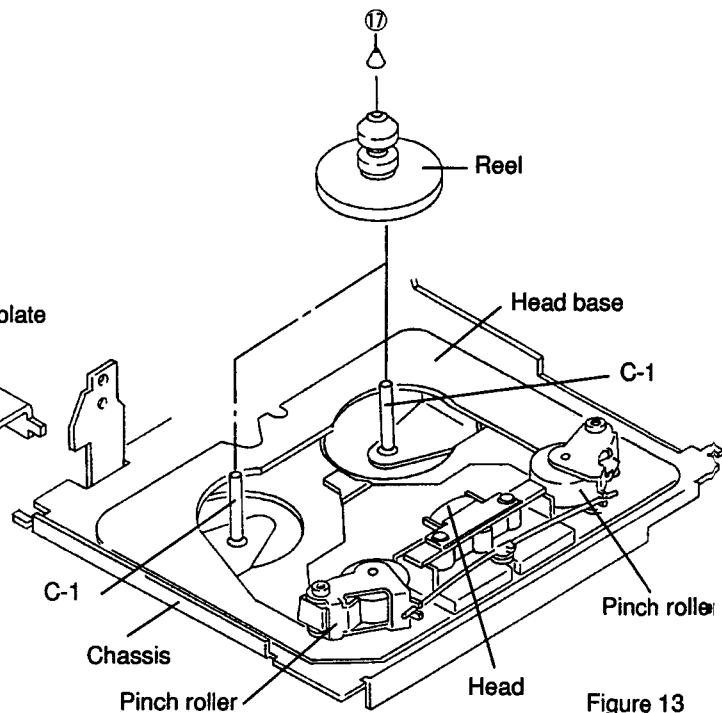
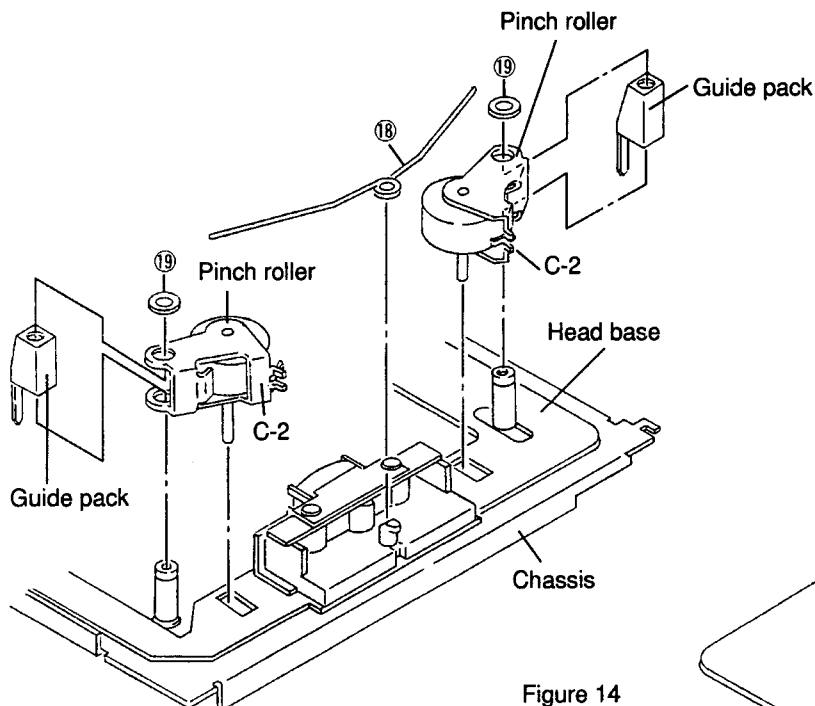

Figure 13
Figure 14
- (1) Remove two reel cap ⑰ as shown in Figure 13.
- (2) After replacement, apply the grease (PG-671) to the section C-1, and mount the new reels following the removal steps in the reverse order.
- (3) After mounting, check the tape speed and the wow & flutter with test tape MTT-111N.
- NOTE : ① Since the reel is easily loosened if the cap is gripped, always handle it gripping, the gear.
- (1) 2個のリールキャップ⑰をそれぞれ外します。(図13参照)
- (2) 良品のリールと交換後C-1部分にグリス (PG-671) を塗布し、取り外し方の逆の手順で取り付けます。
- (3) 取り付け後、必ずテストテープ (MTT-111N) でテープスピード・ワウフラッターの確認をすること。
- [注意] ① リールの取り外し、取り付けの際、キャップをつかむと外れ易いので必ずギア部をつかんで行って下さい。
- (1) Remove pinch roller spring ⑱ as shown in Figure 14.
- (2) Remove M3.1 two lock washers ⑲ and remove the pinch roller and guide pack as shown in Figure 14.
- (3) Mount the pinch rollers following the removal steps in the reverse order. Apply the molykote G paste to the section C-2 as shown in Figure 14.
- NOTE : ① Make sure that the pinch rollers are thoroughly fixed and that they are not deformed.
- ② Do not reuse the used lock washers for remounting.
- ③ Take care to avoid damage by piercing and tearing.
- (1) ピンチローラー・スプリング⑱を外します。(図14参照)
- (2) 2個のロックワッシャー⑲ (M3.1) をそれぞれ外し、ガイドパックと一緒にピンチローラーを外します。(図14参照)
- (3) C-2部分にモリコートGペーストを塗布し、取り外し方の逆の手順で取り付けます。
- [注意] ① ピンチローラーの半掛け、変形のないこと。
- ② 一度使用したロックワッシャーは組立時には使用しないで下さい。
- ③ ロックワッシャー取り付け時、口開き、めくれのない様に注意すること。